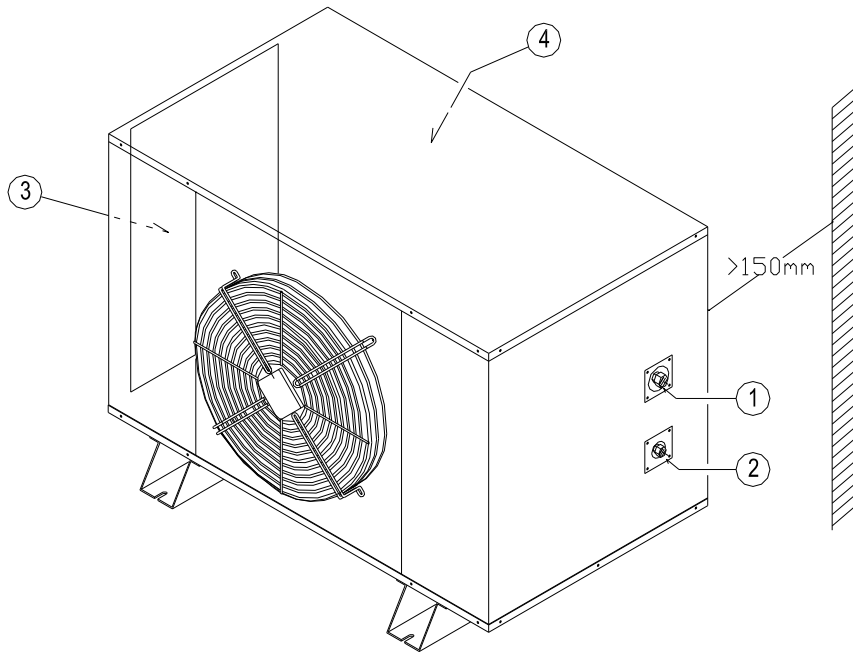

Fig. 1
ATTENTION: Les robinets (1) et (2) FIG.1 sont à l'intérieur du panneau du tableau électrique (3) de l'unité de condensation, tandis que le tableau électrique de la chambre froide se trouve emballé dans l'unité de condensation (4). Pour accéder aux robinets, déposer le couvercle du tableau électrique. Pour accéder au tableau électrique de la chambre froide, déposer les panneaux du ventilateur. Pour cette opération, ne jamais déposer le panneau supérieur de l'unité de condensation!
L'unité de condensation doit être installée sur une surface plane (base d'appui) en plein air ou dans un lieu fermé à condition que celui-ci soit suffisamment ventilé. Le côté où se trouve la grille doit être placé à une distance de minimum 150 mm du mur ou autre objet de manière à permettre une aspiration d'air suffisante comme l'indique la FIG.1.